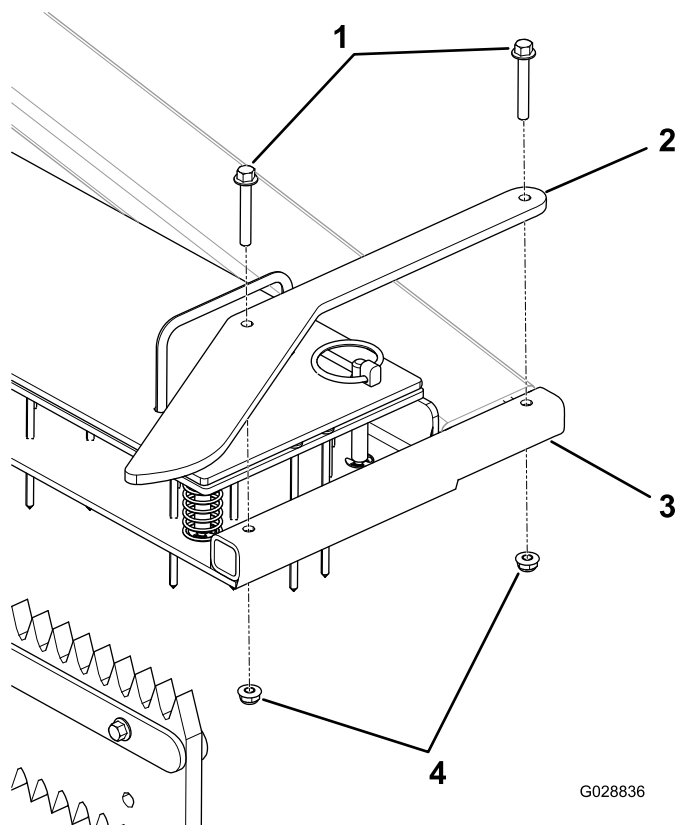

Figura 10
1. Alinee los taladros de uno de los protectores laterales con los taladros del lateral del bastidor de la placa escarificadora, según se muestra en Figura 10.
2. Sujete el protector lateral usando 2 tornillos y 2 contratuercas (Figura 10).